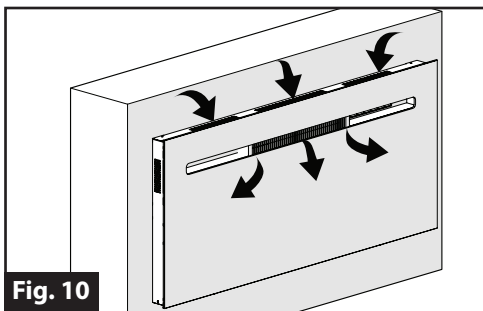

Fig. 10
14. Ne bloquez pas les zones de ventilation. (Fig. 10)